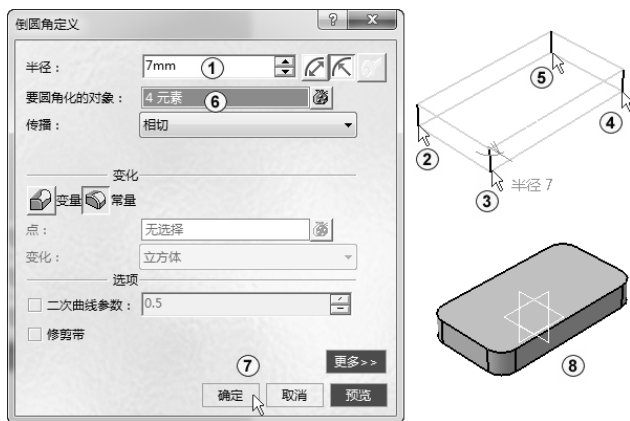

图 3-44 倒圆角
4) 在“修饰特征”工具栏中选择“倒圆角”按钮, 弹出“倒圆角定义”对话框, 在“半径”文本框中输入 7, 在工作区按〈Ctrl〉键选择长方体的 4 条边线, 结果“要圆角化的对象”选择框中出现“4 元素”, 如图 3-44 中①~⑥所示。其他采用默认设置, 单击“确定”按钮完成倒圆角操作, 结果如图 3-44 中⑦⑧所示。